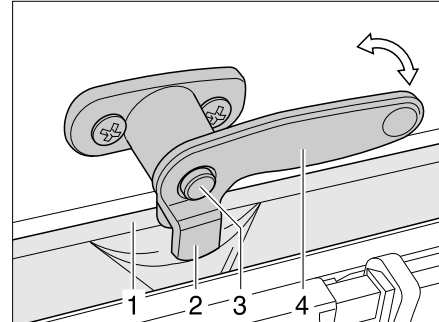

Bild 76 Verriegelungshebel mit Sicherungsknopf in Stellung "Dauerbelüftung"
- Falls vorhanden, den Sicherungsknopf (Bild 76,3) drücken und gedrückt halten.